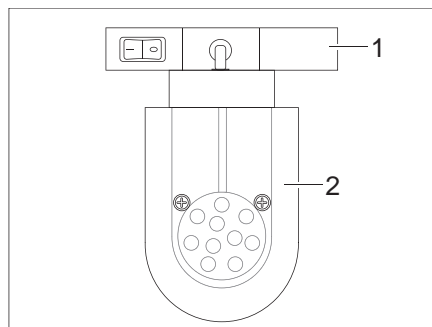

Fig. 106 Spot DEL (exemple)
- Saisir le support (Fig. 106,1) et le tourner de 90°.
- Retirer le spot DEL (Fig. 106,2) du système de rail.
- Placer le spot DEL (Fig. 106,2) à la position désirée dans le système de rail et le tourner de 90°.